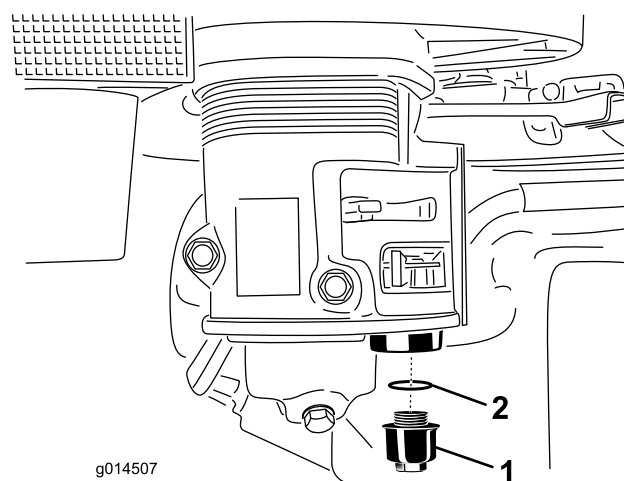

Figura 13
- Desenrosque la taza de sedimentos. Asegúrese de no perder la junta tórica (Figura 13).